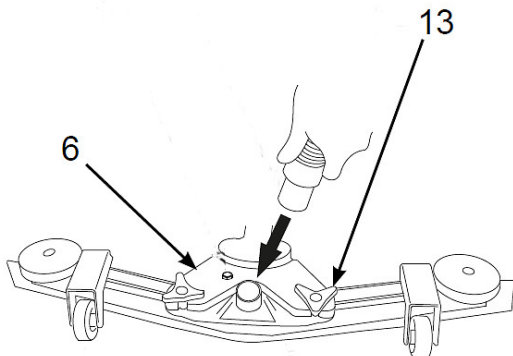

Abb. 17: Einsetzen der Saugleiste
Schritt 2: Setzen Sie die 2 Zapfen (Pos.13, Abb.17) der Saugleiste in die dafür vorgesehenen Schlitz in der Halterung (Pos.6, Abb.17) der Saugleiste.